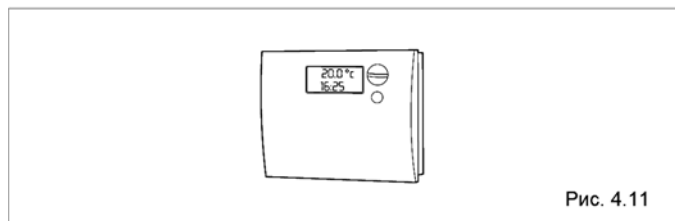

Рис. 4.11
- при размыкании и последующем замыкании контакта комнатного датчика и/или программируемого таймера (рис. 4.11).